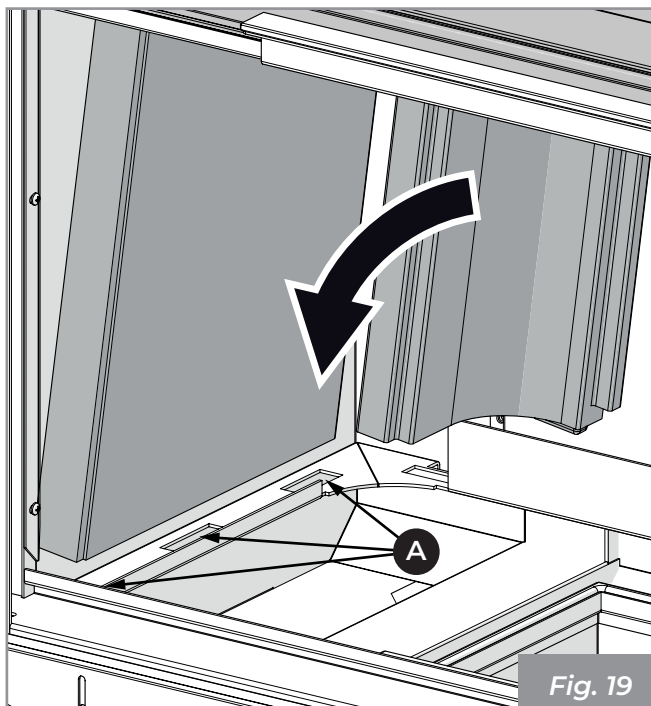

Fig. 19
- 1) Positionner le panneau réfractaire latéral et le coude en ayant soin de les insérer dans les trous (A) (Fig. 19).